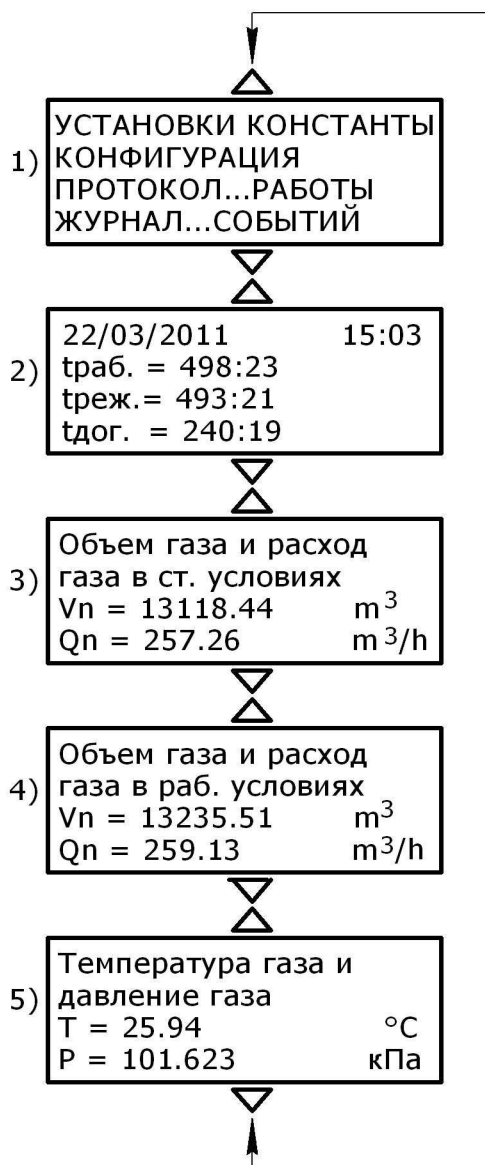

Рисунок 1
Вся информация о работе вычислителя организована в виде системы сообщений и меню, отображаемых на дисплее вычислителя. Просмотр сообщений осуществляется клавишами «▲» (вверх) и «▼» (вниз), для входа в меню используется клавиша «Е» (вход). Клавиша «R» (возврат) используется для выхода из меню, а также для перехода к индикации текущей даты и времени (поз. 2 рисунок 1). На рисунке 1 показана схема переходов между сообщениями счетчика газа.
Все сообщения (рисунок 1) состоят из пяти основных частей:
- меню (поз. 1 рисунок 1);
- текущая дата и время работы счетчика (поз. 2 рисунок 1);
- накопленный объем газа за текущий отчетный период и расход газа в СУ (поз. 3 рисунок 1);
- накопленный объем газа за текущий отчетный период и расход газа в рабочих условиях (поз. 4 рисунок 1);
- текущие данные температуры и давления газа в газопроводе (поз. 5 рисунок 1).
Текущая дата и время (поз. 2 рисунок 1) являются первым сообщением, которое появляется на дисплее после тестирования вычислителя при включении питания. Данное сообщение можно получить последовательным нажатием клавиши «**R**», находясь в любом меню и при индикации любого сообщения.
Объем газа в СУ (поз. 3 рисунок 1) индицируется с начала отчетного периода. Объем и расход газа, приведенные к СУ, индицируются с символом «**n (Vn, Qn)**».
Объем газа в рабочих условиях (поз.4 рисунок 1) индицируется с начала отчетного периода. По достижении даты отчетного периода накопленный объем газа записывается в месячный архив, а индицируемое на дисплее значение объема обнуляется. Дату отчетного периода можно изменить в меню «УСТАНОВКИ».
Расход газа в рабочих условиях (поз.4 рисунок 1) индицируется по данным датчика МД. При выходе расхода газа за пределы  $Q_{min}$ ,  $Q_{max}$  значение расхода будет индицироваться в мигающем режиме и будет установлен признак аварийной ситуации в журнале событий «нарушение диапазона расхода газа **Q**» (см. 2.3.5) .
Температура газа (поз. 5 рисунок 1) индицируется по данным датчика МД. При выходе температуры газа за пределы  $T_{\min}$ ,  $T_{\max}$  значение температуры будет индицироваться в мигающем режиме и будет установлен признак аварийной ситуации в журнале событий «нарушение температурного диапазона  $T$ » (см.2.3.5).
Давление газа (поз.5 рисунок 1) индицируется по данным датчика МД. При выходе давления газа за пределы  $P_{\min}$ ,  $P_{\max}$  значение давления будет индицироваться в мигающем режиме и будет установлен признак аварийной ситуации в журнале событий «нарушение диапазона давления  $P$ » (см.2.3.5). При помощи клавиш «◀», «▶» можно индицировать на дисплее значение давления датчика МД в кПа, либо значение давления датчика МД в сумме со значением константы атмосферного давления ( $P_{\text{bar}}$ ) в МПа.
Сервисные функции вычислителя включают в себя просмотр констант датчика МД, изменение параметров выбранного газа, задание метрологических констант в соответствии с измеряемой средой и типоразмером датчика МД, выбор требуемых параметров работы вычислителя, получение протокола работы счетчика, просмотр аварийных ситуаций. Управление сервисными функциями осуществляется с помощью системы меню: «УСТАНОВКИ», «КОНСТАНТЫ», «КОНФИГУРАЦИЯ», «ПРОТОКОЛ РАБОТЫ», «ЖУРНАЛ СОБЫТИЙ» (поз. 1 рисунок 1).